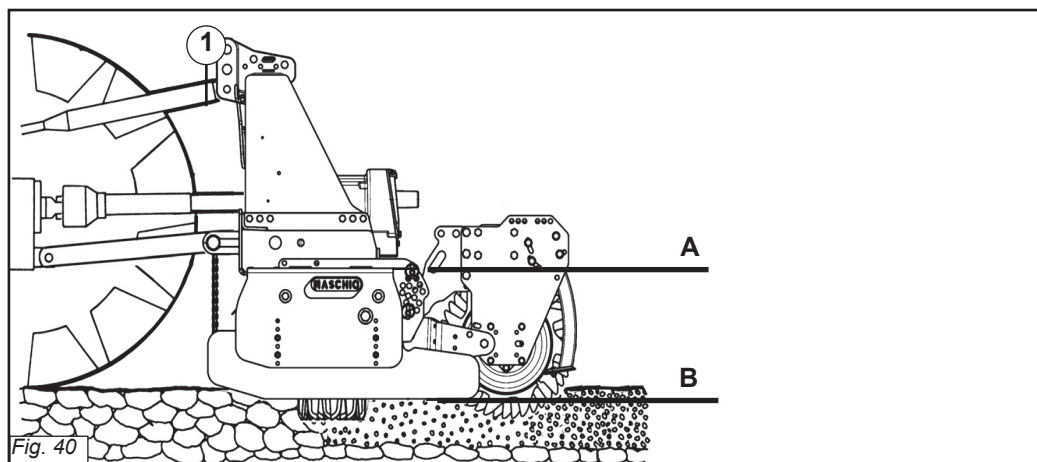

Fig. 40
- 4 - Collegare il terzo punto superiore ed effettuare una corretta regolazione con il tirante (1 Fig. 40) verificando che il piano superiore della macchina (A Fig. 40) risulti parallelo al piano terra (B Fig. 40). Ciò è molto importante allo scopo di ottenere il parallelismo tra asse albero presa di forza della macchina e quello della presa di forza del trattore.